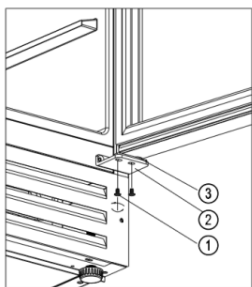

Figure 1
- Dévisser les deux vis ① de la charnière inférieure droite ② [Figure 1].
- Tirez lentement la porte de ⑤ vers l'extérieur [suivez le sens de la flèche sur la
1. Tenir la porte ③, dévisser les quatre vis ② de la charnière inférieure ①, et retirer la charnière inférieure ①. Retirer lentement la porte de ③ à partir de la charnière supérieure droite ⑦ de haut en bas. [Figure 1].